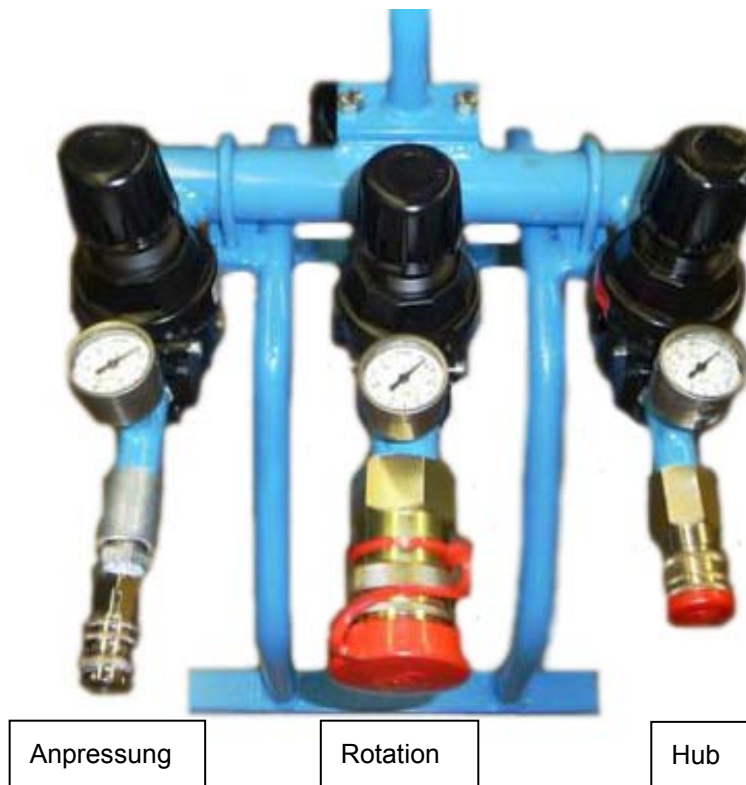
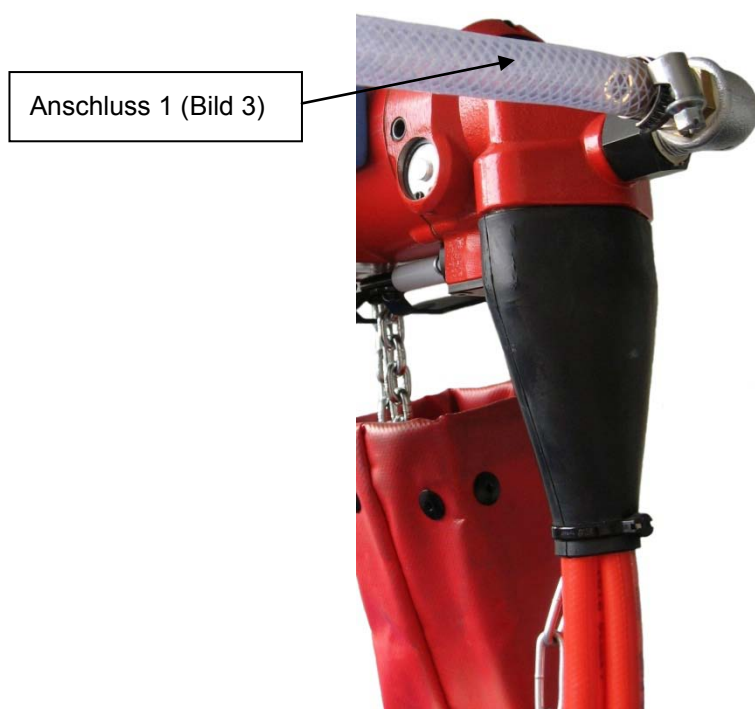

Bild 3- Luftversorgungseinheit
Bild 6- Luftanschluss Hubmotor
- a. Die Luftversorgungseinheit – siehe Bild 3 ist auf einen sicheren Untergrund zu stellen.
Der Hubmotor (pneumatischer Kettenzug Pos.001) wird mit entsprechendem Luftschlauch von der Versorgungsstation Anschluss 1 (Bild 3) direkt mit dem Hubmotor (Bild 6) verbunden.
Die pneumatische Antriebseinheit (Pos.009) wird durch den Anschluss 2 (Bild 3) der Luftversorgungseinheit passenden Schlauch verbunden. Die Antriebseinheit hat eine feststehende Verrohrung mit dem am Führungsarm befindlichen Kugelhahn, an den der Schlauch direkt anzuschließen ist.
Die Versorgung der Anpresseinheit erfolgt über den Anschluss 3 (Bild 3) der Luftversorgungseinheit passenden Schlauch. Die Verbindung verläuft von Anschluss 3 zum Schiebeventil am Führungsarm.